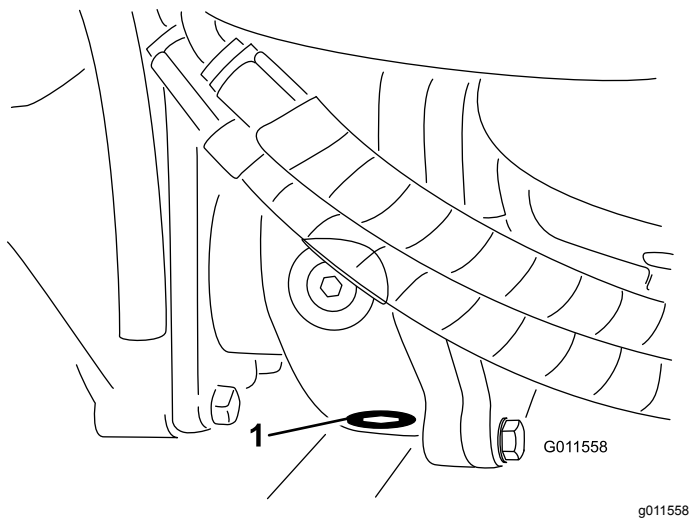

Figure 70
- Nettoyez la surface autour du bouchon de vidange au bas du boîtier d'engrenages (Figure 70).